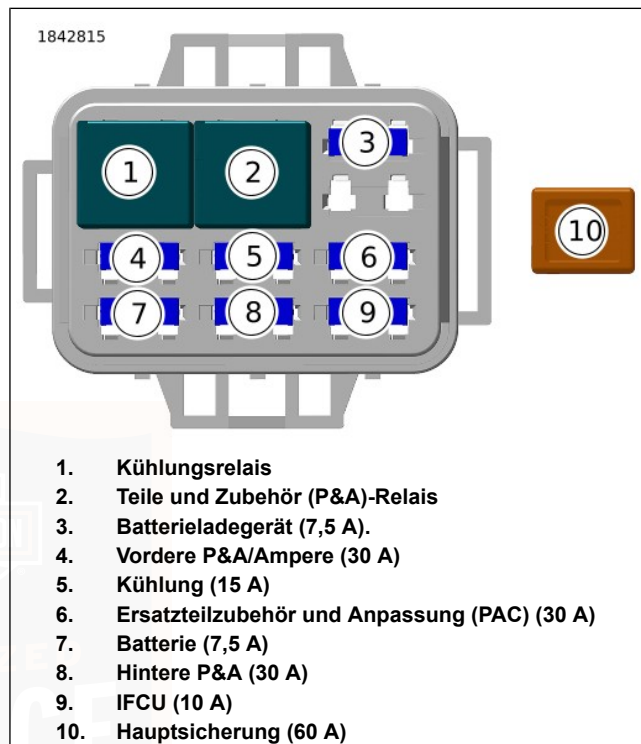

Abbildung 121. Identifizierung von Sicherungen und Relais
4. Siehe Abbildung 121. Die Sicherung entfernen und den Schmelzeinsatz überprüfen.